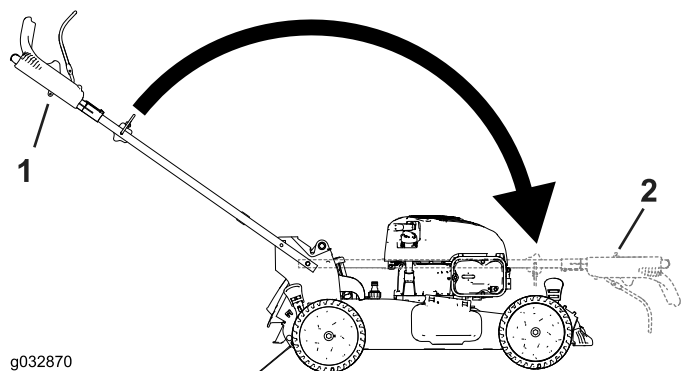

Рисунок 28
2. Сложите рукоятку, повернув ее вперед (Рисунок 28).